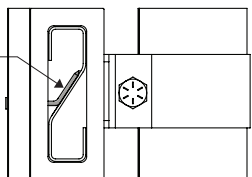

Fig. 28
2. Continuez ce processus tout le long de la pagée en vous assurant de vérifier périodiquement que les panneaux sont alignés et bien à la verticale, comme illustré à la fig. 28.